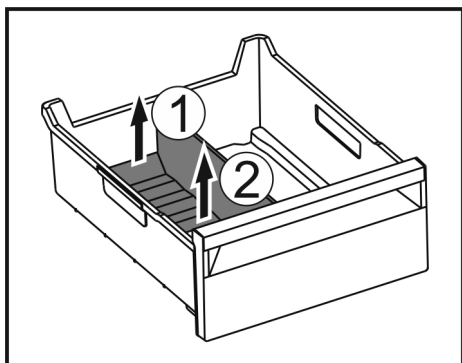

Fig. 74
- ▶ Podnieść tylną część separatora do szuflady na lód. Fig. 74 (1)
- ▶ Separator do szuflady na lód podnieść do góry. Fig. 74 (2)